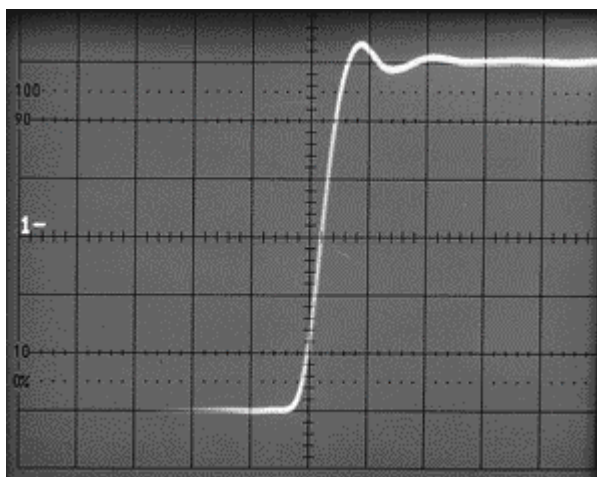

Figura 51: Exemplo de um impulso (Fluke, 1997b)
Em muitas aplicações, é necessário analisar a forma de impulsos de tensão (Figura 51). A sua forma pode determinar o bom ou mau funcionamento de um circuito ou pode permitir extrair determinadas características de um circuito (a resposta a um impulso ou a um degrau permite determinar a função de transferência de um circuito).
- Comando de ajuste contínuo do ganho (escolhendo *VAR ON* e ajustando em *VOLTS/DIV*, na Figura 36, ou 14 e 15 na Figura 2). Por variação contínua do ganho, podemos colocar os limites superior e inferior do impulso dentro das linhas de 0% e 100%. Depois, é só medir o intervalo de tempo que vai desde a intersecção do impulso com a linha de 10% e a intersecção do impulso com a linha de 90%. Note-se que na Figura 51 era necessário ajustar o ganho vertical, de modo a que os limites do impulso coincidisse com as marcações de 0% e 100%.